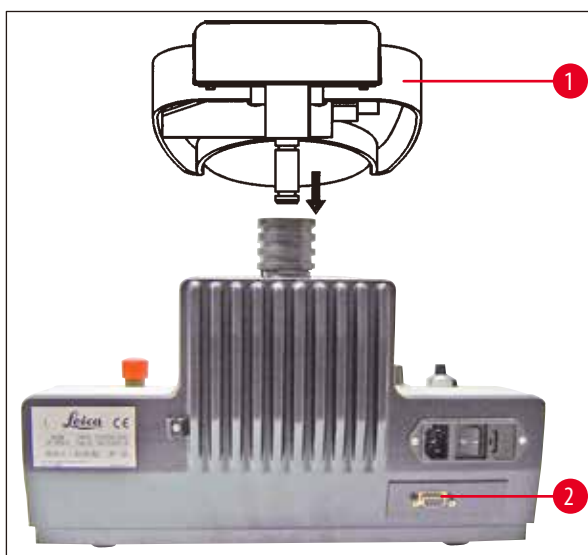

Рис. 8
- Установите на прибор, как показано на рис (→ Рис. 8).